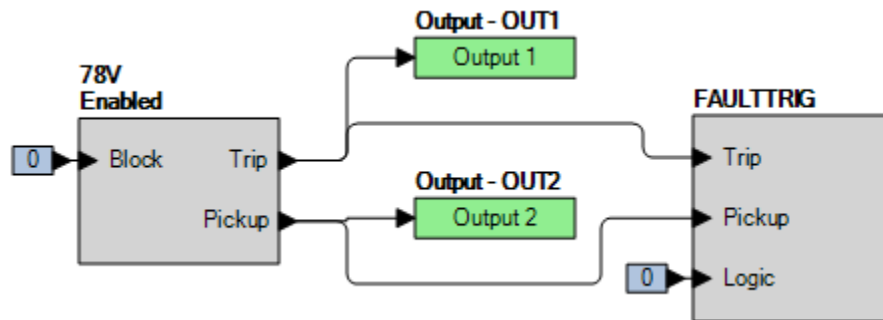

Figure 70-1. Paramètres BESTLogicPi^{us}
Étape 2 : Utilisez BESTCOMSPi^{us} pour configurer la Logique programmable BESTLogicPi^{us} illustrée dans la Figure 70-1.
Étape 4 : Préparez la surveillance de l'exécution de la fonction 78V. Cette exécution peut être vérifiée en surveillant la sortie OUT1 (voir Figure 70-1).